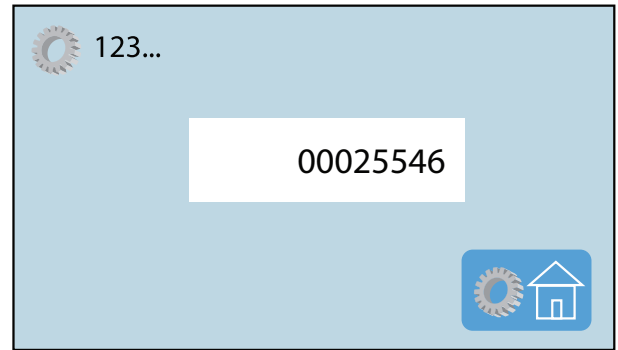

Fig. 43
2. The life count will be displayed (Fig. 43).